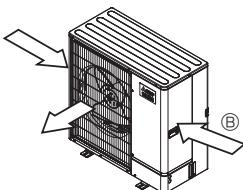

Fig. 2-4
- Placer om det går enheten så att luftutblåset bläser vinkelrätt mot den säsongsbetingade vindriktningen. (Fig. 2-4)